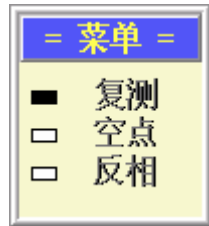

图 3.15 功能选择菜单
3. 跨缝和不跨缝数据浏览时，用 $\boxed{5}$ 、 $\boxed{6}$ 键可以将光标移到不同的测点处，以对数据进行查看、同时该测点的波形显示在波形显示区域内，测点处按 $\boxed{\text{确认}}$ 键出现功能选择菜单（如图 3.15），用 $\boxed{5}$ 、 $\boxed{6}$ 键在功能之间切换， $\boxed{\text{确认}}$ 键选择此功能， $\boxed{\text{返回}}$ 键直接返回。
在测点处按**确认**键出现图 3.15 提示框后，选择空点功能将该测点置为空点，置为空点的测点不参与分析计算。